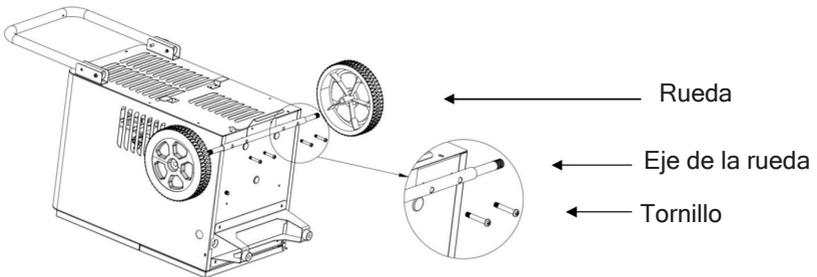

Ilustración 1
1. Método de instalación de la rueda: coja el cuerpo de la máquina, el eje de la rueda, la rueda y los tornillos de la caja de embalaje e incline el cuerpo de la máquina. Como se muestra en la ilustración 1, fije el eje de la rueda al cuerpo de la máquina con 4 tornillos en posición invertida y fije la rueda a ambos lados del eje, también en esa posición. Después de haberlas fijado, ponga el cuerpo en vertical.